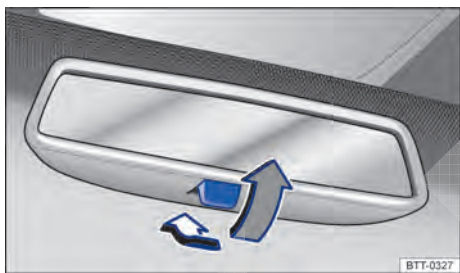

Fig. 109 No para-brisa: espelho retrovisor interno com antiofuscante manual.
- Para evitar o ofuscamento, puxar a alavanca para trás ⇒ Fig. 109.